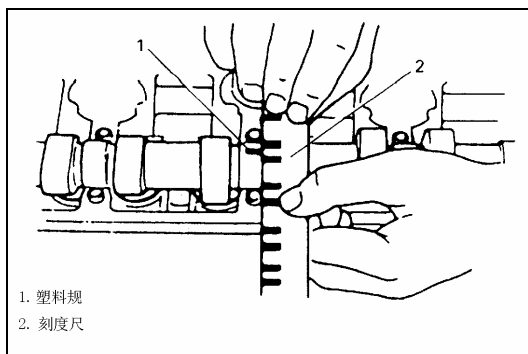

Рис. 4-92.
(7). Снять крышку подшипника распределительного вала, смотри Рис. 4-92, измерить высоту дуги, выдавленной на поверхности пластмассового шаблона в самом высоком месте, определить величину зазора по шкале на пластмассовом шаблоне, как показано на рисунке.